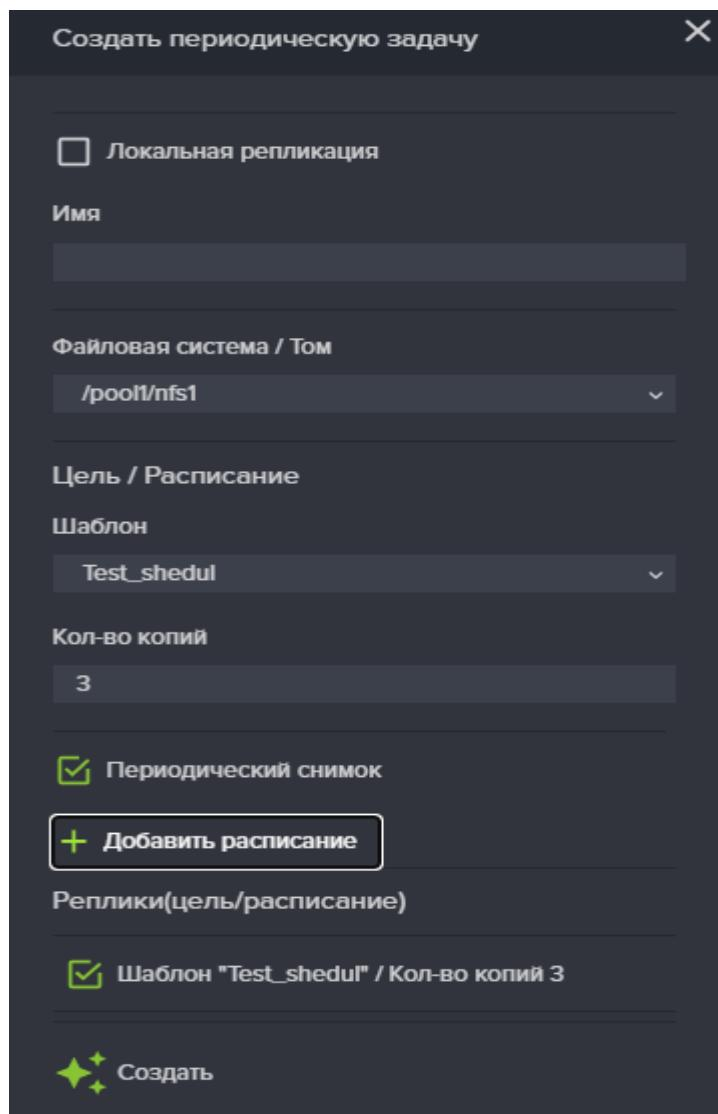

Рисунок 127. Окно создания расписания снимков
2. Нажмите на кнопку «Создать новую задачу», откроется окно создания задач (см. Рисунок 127);